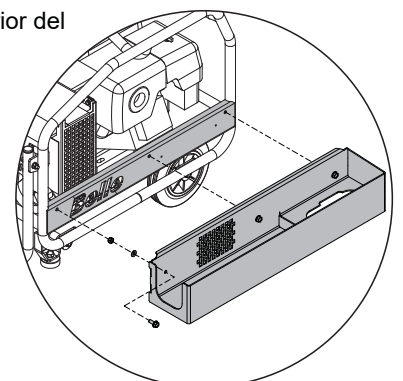

Imagen 5
1. Alinee los 3 agujeros del lateral de la bandeja de herramientas con los 3 agujeros del protector lateral del lado izquierdo. Fije la bandeja de herramientas al armazón con las arandelas, tuercas y los 3 pernos M8 suministrados en el kit. Ajustelos hasta 28 Nm (**consulte la imagen 5**)